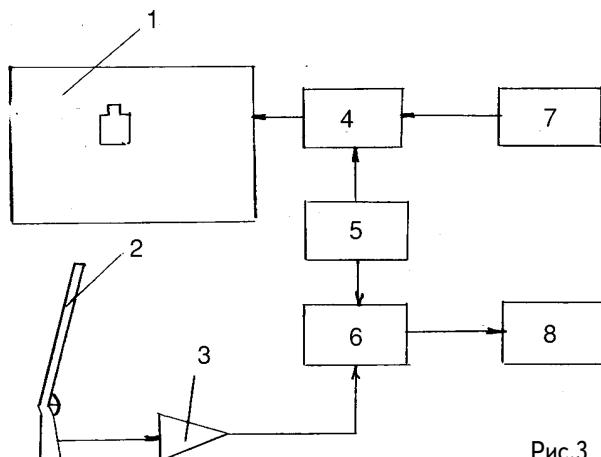

Рис.3
**Устройство для проведения стрелковых телеигр** описано в авторском свидетельстве СССР 1138181 (**рис.3**). На экране телевизионного монитора 1 индицируется цель, но если на всем изображении поддерживается постоянная яркость, то яркость цели периодически меняется с частотой 0,3-1 Гц, причем для стрелка это незаметно.